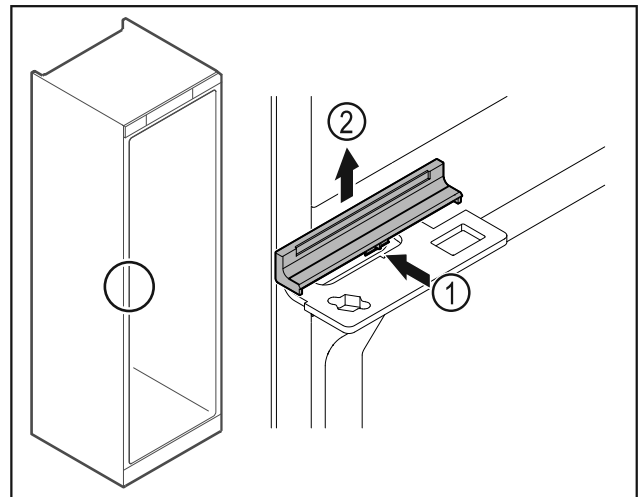

Fig. 47
- ▶ Afdekking Fig. 47 (1) in het midden iets indrukken en naar boven toe verwijderen Fig. 47 (2).